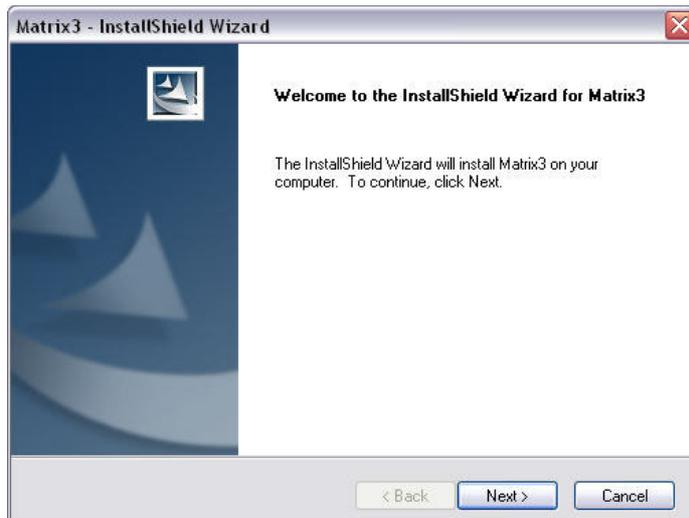

FIG. 17
10. Fare clic su NEXT (Avanti). La procedura guidata InstallShield per Matrix3 dà inizio all'installazione (FIG. 17).